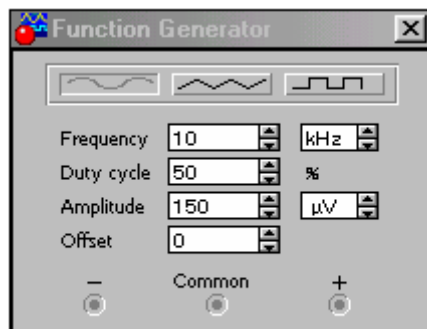

Рисунок 7.6
З'явиться передня панель генератора сигналу (рис. 7.6), у віконцях *Frequency* якого треба встановити розмірність kHz і частоту вхідної напруги 10 kHz.
4.7 Установити амплітуду вихідної напруги $U_{\text{мвих}} = 6,5 \text{ В}$ зміненням вхідної напруги у віконці *Amplitude* генератора (рис. 7.6).